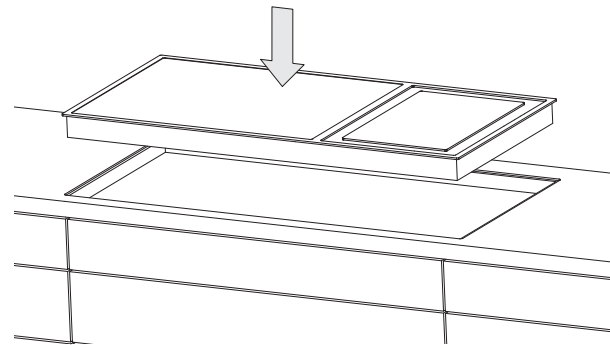

Abb.C-4 Einsetzen des Geräts in die Arbeitsplatte
- ▶ Legen Sie das Gerät in den vorbereiteten Ausschnitt in der Arbeitsplatte (siehe Abbildung C-4).